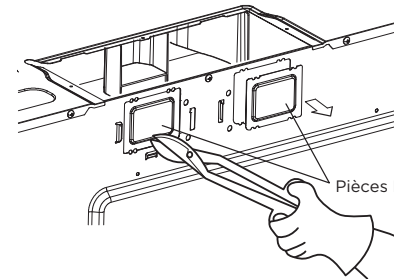

Figure 10
- Utilisez une pince coupante diagonale ou une cisaille à tôle pour découper et retirer les pièces B de la plaque arrière. Faites attention de ne pas déformer la plaque. Voir la figure 10.